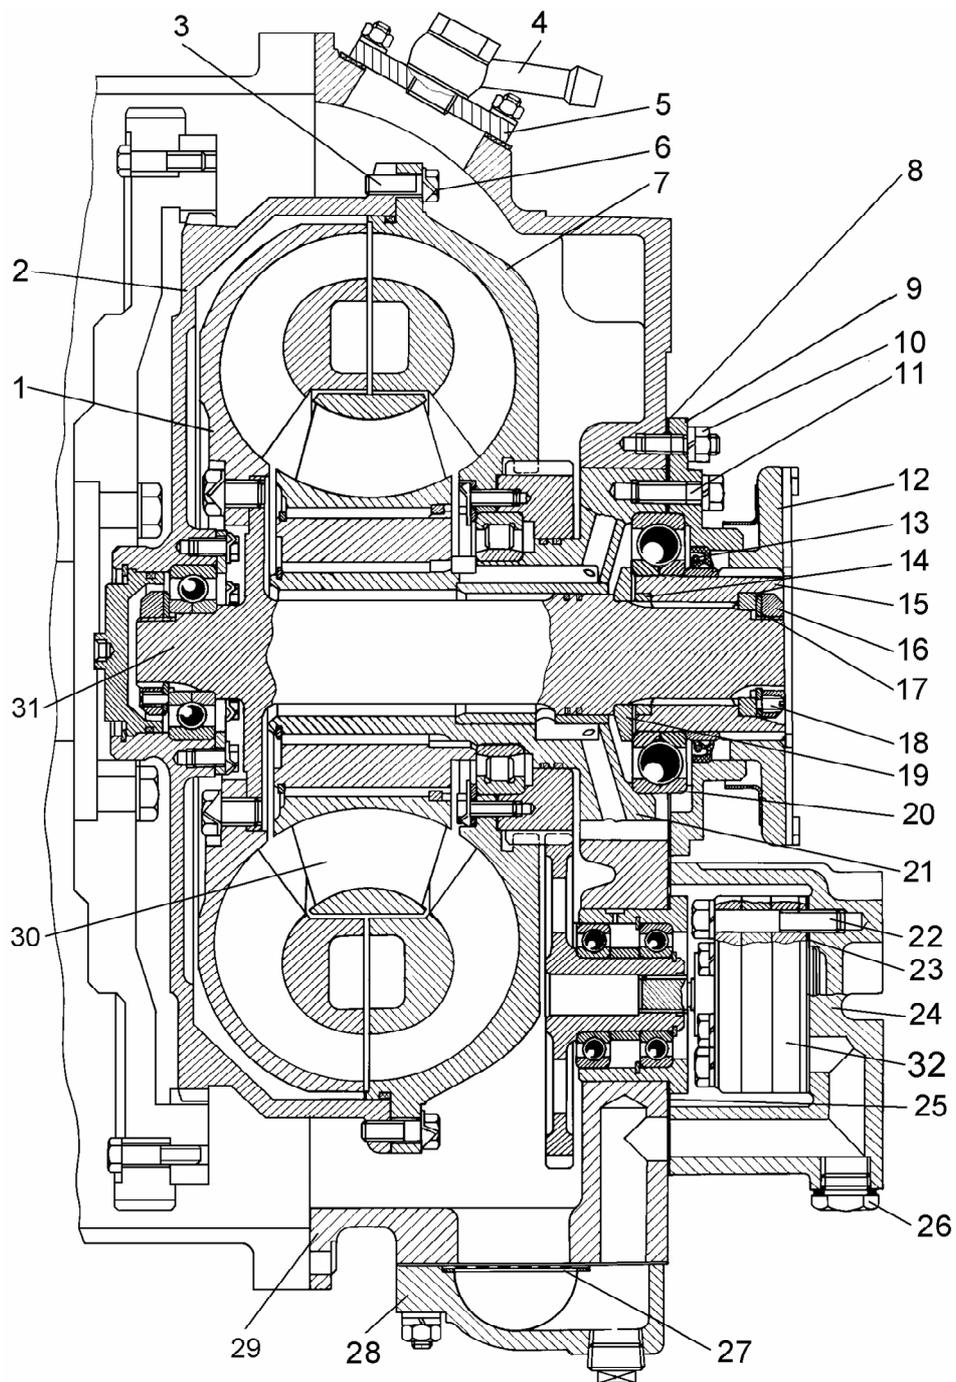
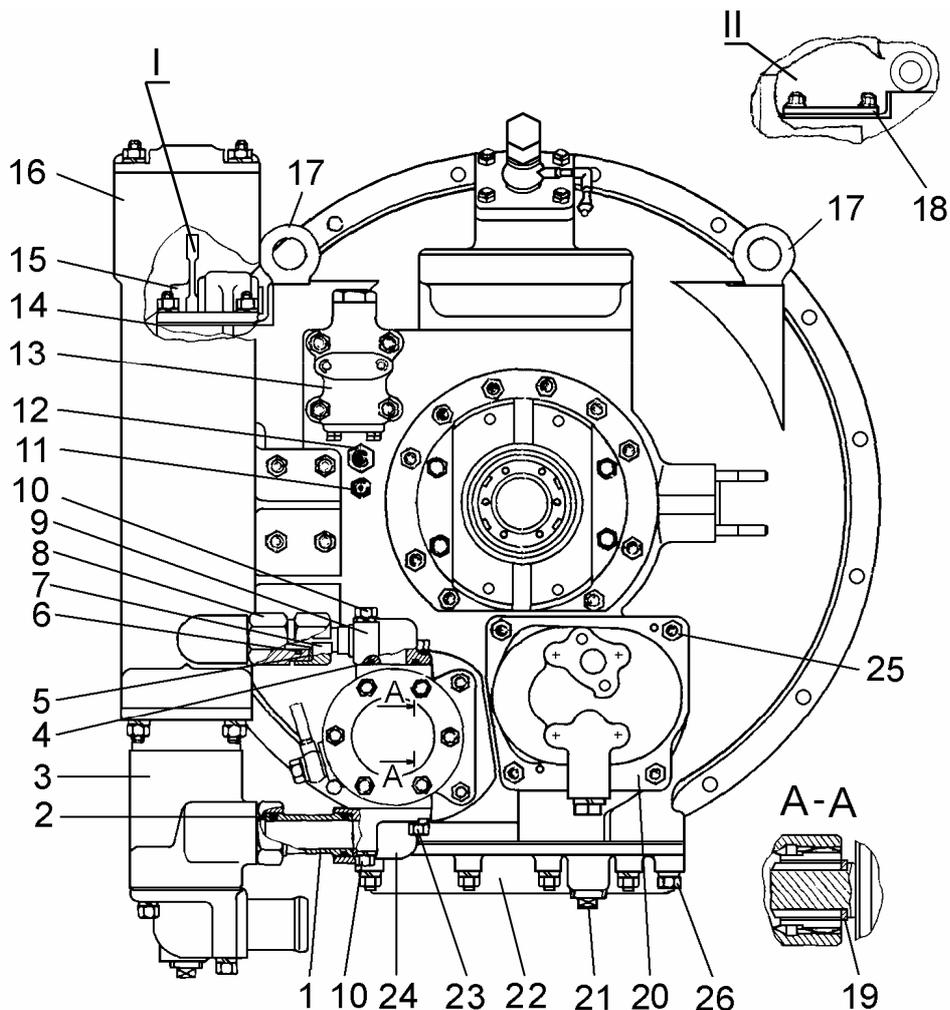
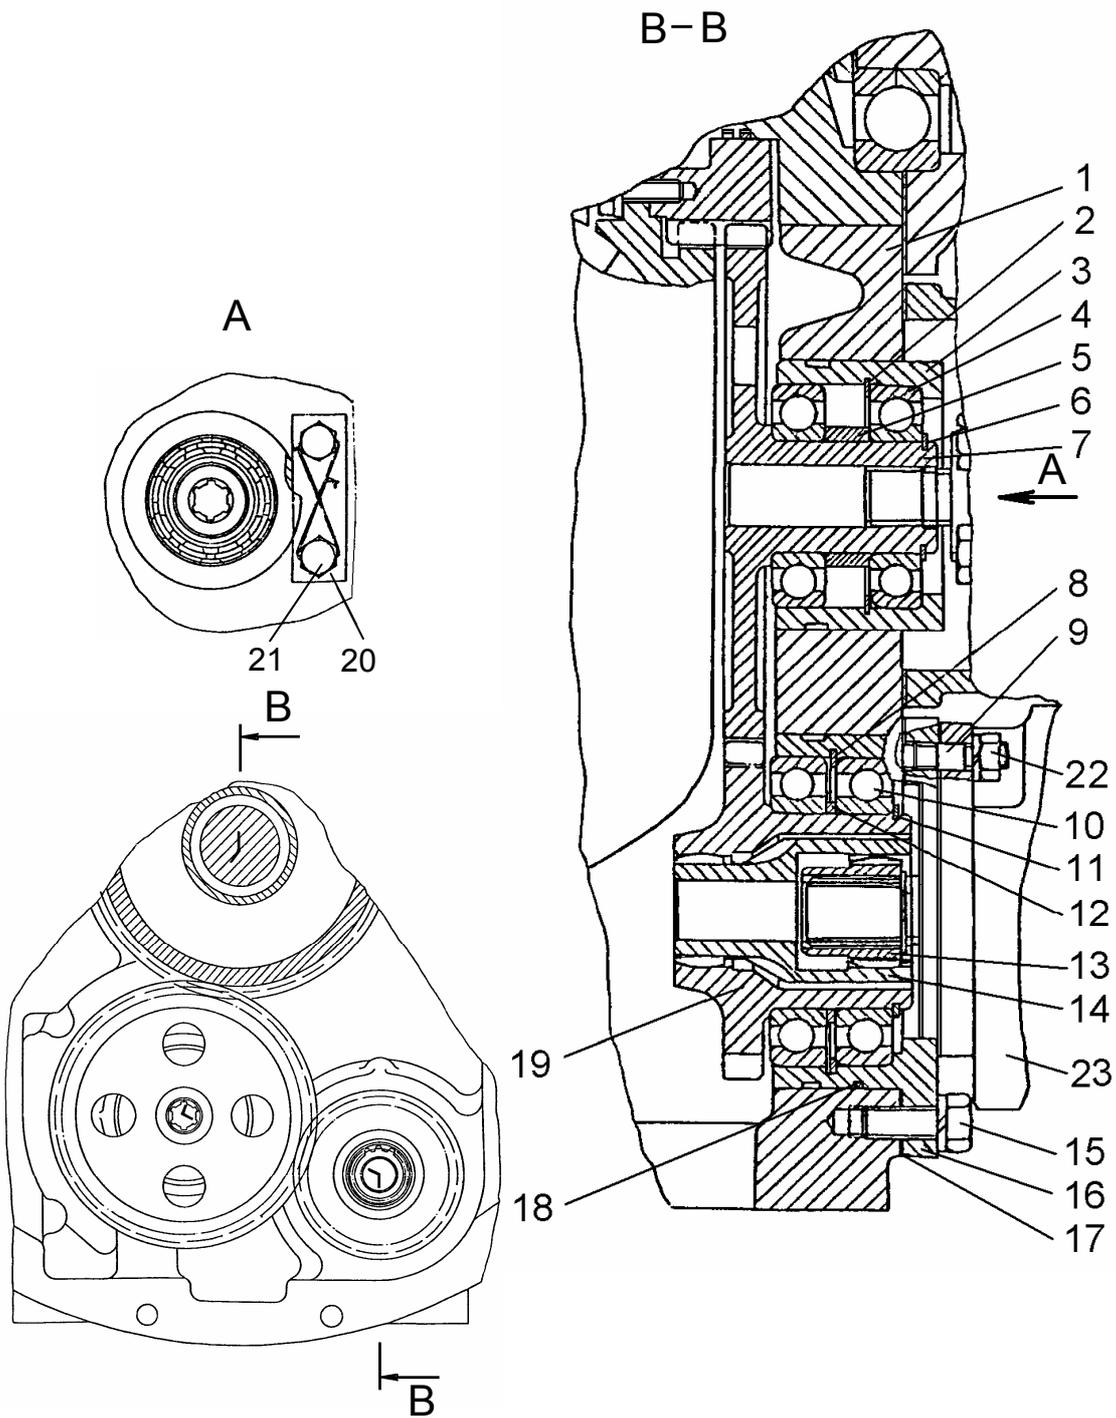
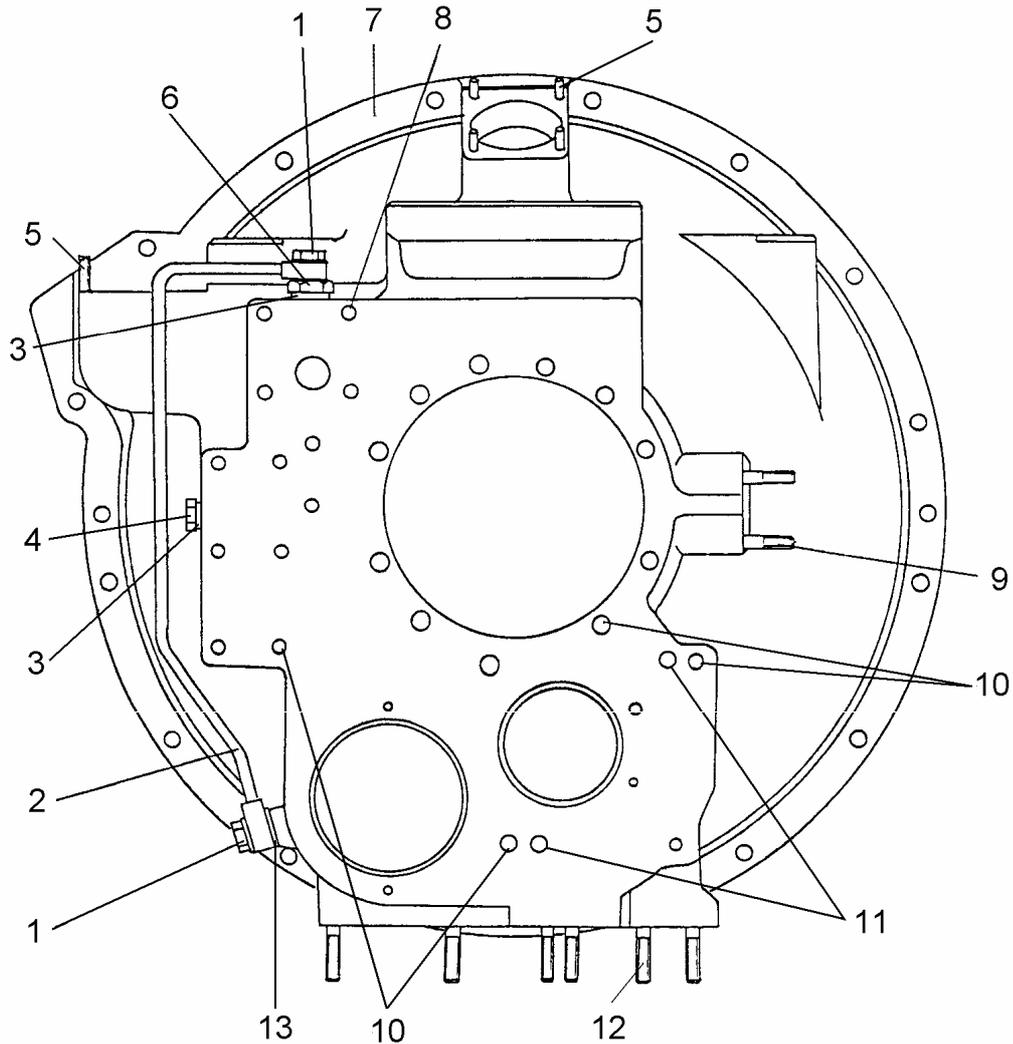

Рис. 17. Гидротрансформатор:
Рис. 20. Гидротрансформатор:
Рис. 21. Привод насосов:
Рис. 22. Кожух:
Отвернуть гайки 10 (рис. 17), болты 11 и снять крышку 9 с манжетой 13. При снятии крышки следить за тем, чтобы шлицами на ступице 15 не повредить кромки манжеты.
Разборка кожуха. Отвернуть гайки 25 (рис. 20) и снять корпус 20 в сборе с насосом НМШ25.
Расстопорить и отвернуть болты 22 (рис. 17) крепления насоса НМШ25 к корпусу, снять насос и прокладку 23.
Отвернуть гайки 26 (рис. 20) и снять со шпилек поддон 22 гидротрансформатора с прокладкой и заборником, вынуть заборник из поддона.
Отвернуть гайки 22 (рис. 21) и снять насос НШ50 с прокладкой, снять муфты 13 и 14.
- привод бендикса 15 (рис. 20) (для тракторов с пусковым двигателем П-23У);
Отвернуть болты 1 (рис. 22) крепления поворотного угольника к кожуху и снять трубку 2.
Сборка кожуха гидротрансформатора. Установить корпус 7 (рис. 22) на подставку для сборки.
верстие корпуса пробку 4 с кольцами. Момент затяжки пробки от 100 до 150 Н·м (от 10 до 15 кгс·м). Установить трубку 2 и закрепить ее болтами поворотного угольника 1 с кольцами. Момент затяжки болтов от 30 до 45 Н·м (от 3 до 4,5 кгс·м). Ввернуть шпильки 5 для крепления привода бендикса 15 (рис.20) или крышки 18 для трактора с ЭССП и крышки 5 (рис.17) с трубкой. Ввернуть шпильки 12 (рис. 22) для крепления поддона и шпильки 9 трубы подвода масла к гидротрансформатору. Ввернуть шпильки 8 для крепления клапана и шпильки 10 крепления крышки 9 (рис. 17), фильтра и корпуса насоса НМШ25. Момент затяжки шпилек 8 (рис. 22) от 13 до 20 Н·м (от 1,3 до 2 кгс·м), остальных – от 10 до 15 Н·м (от 1 до 1,5 кгс·м). Запрессовать до упора в корпус 7 два штифта 11. Временно установить крышку 9 (рис. 17) для обеспечения центрирования кожуха при установке на реакторную ось 21. Закрепить крышку двумя гайками 10.
Сборка привода насосов. В корпус 3 (рис. 21) запрессовать до упора подшипник 4, в проточку корпуса установить стопорное кольцо 2. Напрессовать до упора на зубчатое колесо 7 подшипник 4, установить втулку 5 и запрессовать зубчатое колесо в сборе с подшипником и втулкой в корпус 3. Установить стопорное кольцо 6.
На шпильки 5 (рис. 22) корпуса 7 установить прокладку 14 (рис. 20) и привод 15 – для трактора с пусковым двигателем или крышку 18 – для трактора с ЭССП, и закрепить гайками. Момент затяжки гаек от 24 до 30 Н·м (от 2,4 до 3 кгс·м). Установить крышку 5 (рис. 17) с прокладкой и закрепить гайками. Момент затяжки гаек от 24 до 30 Н·м (от 2,4 до 3 кгс·м). Закрепить трубку 2 (рис. 22) болтом поворотного угольника 1 с кольцами. Установить на корпус 24 (рис. 17) прокладку 23 и насос НМШ25, закрепить насос болтами 22. Момент затяжки болтов от 10 до 15 Н·м (от 1 до 1,5 кгс·м). Установить пробку 26 с кольцом в корпус 24. Установить на корпус 2 прокладку 25 и корпус 24 в сборе с насосом НМШ25, затянуть его гайками 25 (рис. 20). Момент затяжки гаек от 30 до 45 Н·м (от 3 до 4,5 кгс·м).
В проточку ведущего вала насоса НШ50 надеть кольцо 19 (рис. 20).
Установить на вал насоса НШ50 муфту 13 (рис. 21) наружным шлицевым венцом к насосу до упора в кольцо 19 (рис. 20).
В зубчатое колесо 19 (рис. 21) установить муфту 14.
На шпильки 10 (рис. 22) установить фильтр 16 (рис. 20) и наживить гайки крепления. На втулку 1 надеть кольца 2 и вставить их одним концом в муфту 24, другим – в муфту корпуса магнитного фильтра. Установить муфту 24 с прокладкой на насос НШ50 и закрепить болтами 10 и 23. Момент затяжки болтов от 10 до 15 Н·м (от 1 до 1,5 кгс·м).